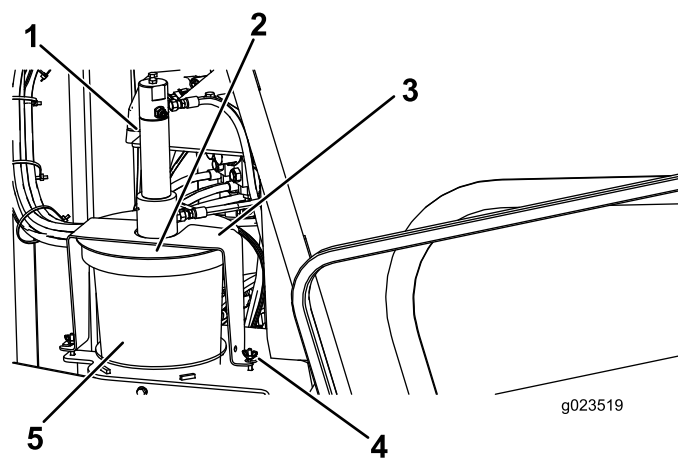

Рисунок 57
3. Ослабьте барашковые гайки крепления накладок крышки к машине (Рисунок 57).
4. Поверните крышку и снимите ее накладки с крепежных болтов (Рисунок 57).
5. Поднимите крышку в сборе, сняв ее с пустой емкости состава для резьбовых соединений (Рисунок 57).
7. Вставьте плунжер в новую емкость и опустите крышку в сборе на емкость (Рисунок 57).
8. Наденьте накладки крышки на крепежные болты и поверните крышку, чтобы накладки находились на болтах (Рисунок 57).